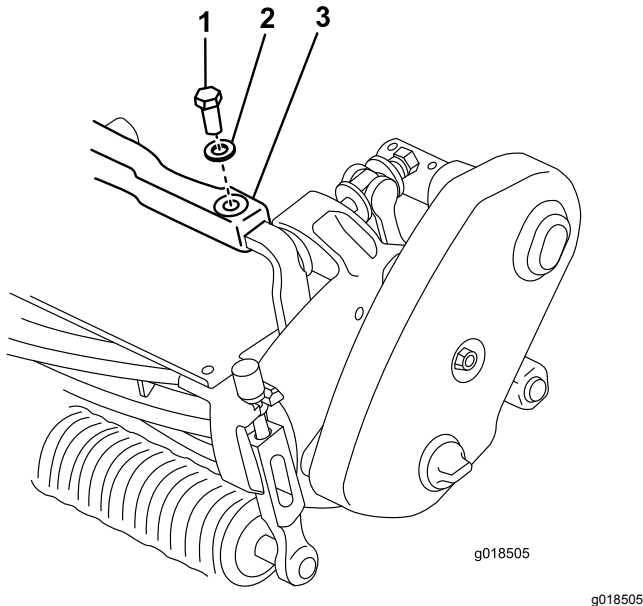

Bild 1
2. Entfernen Sie die Schraube und Scheibe, mit denen das linke Ende des Vorderrahmens an der Nase oben am Mähwerk befestigt ist (**Bild 1**).